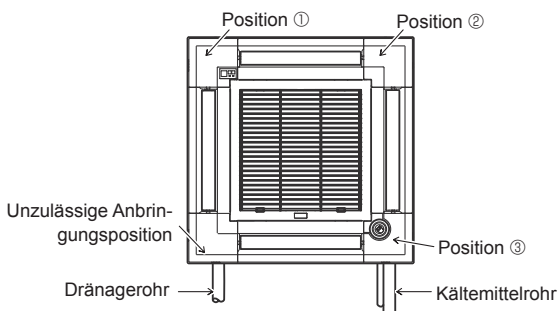

Fig. 9-11
Die Eckplatte des Signalempfängers kann nicht auf der Dränagerohrseite für das Hauptgerät angebracht werden. (Siehe Fig. 9-11)
- Die Eckplatte des i-see-Sensors sollte mit Schraube ③ am Gitter ① befestigt werden.
- * Wenn die Position des i-see-Sensors aus der Standardposition (Position ③) geändert wurde, müssen auch die Funktionseinstellungen geändert werden. (Siehe Seite 30 und Fig. 9-11)
- Die Eckplatte des i-See-Sensors kann nicht auf der Dränagerohrseite für das Hauptgerät angebracht werden. (Siehe Fig. 9-11)
- Position ①: Signalempfänger-Standardposition (Luftauslassmarkierungen □/□□□)
- Position ②: (Luftauslassmarkierungen □/□□)
- Position ③: i-See-Sensor-Standardposition (Luftauslassmarkierungen □□/□□□)